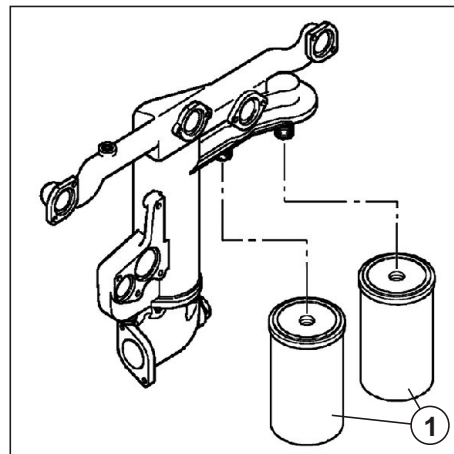

Рис. 66. Фильтр грубой очистки масла.
4.10.1.1. Замена элементов фильтрующих. (см. Рис. 66)